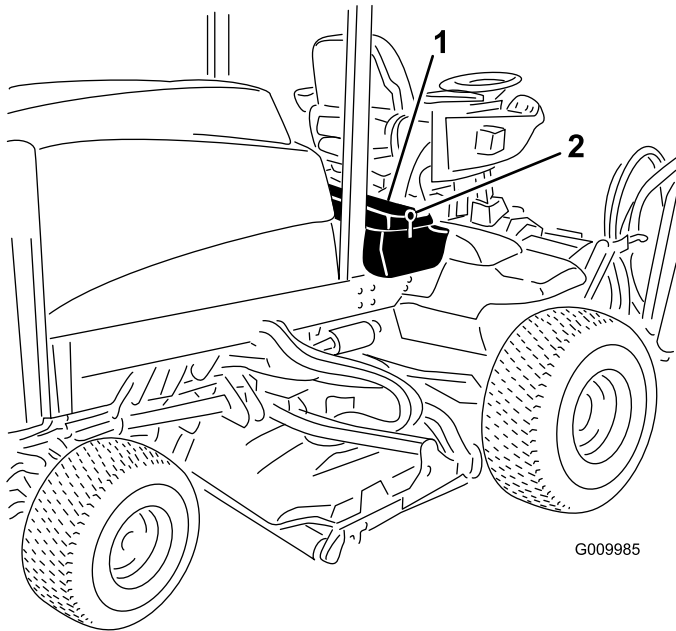

Figura 91
1. Desenganche y levante el panel de la consola del operador (Figura 91).